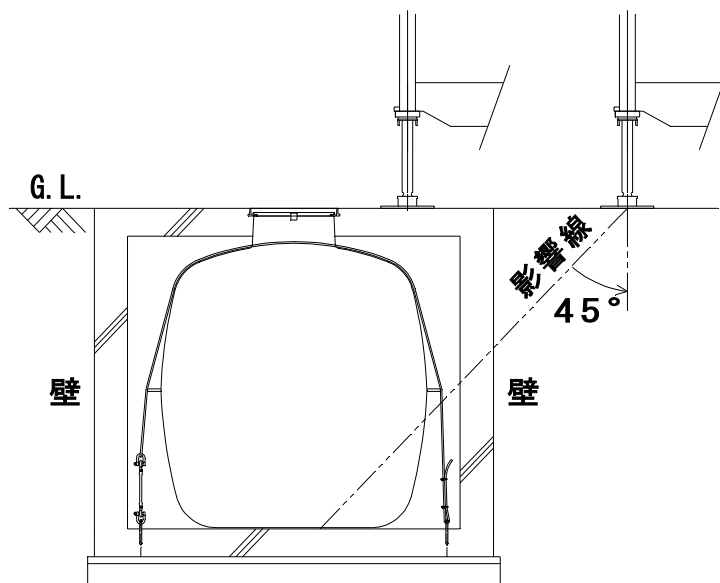

図 21 集中荷重に対する対策例
- ・図 21 のように、スラブ上または槽周辺にアウトリガーなどの本体に集中荷重がかかる場合は、壁式構造にする必要があります。